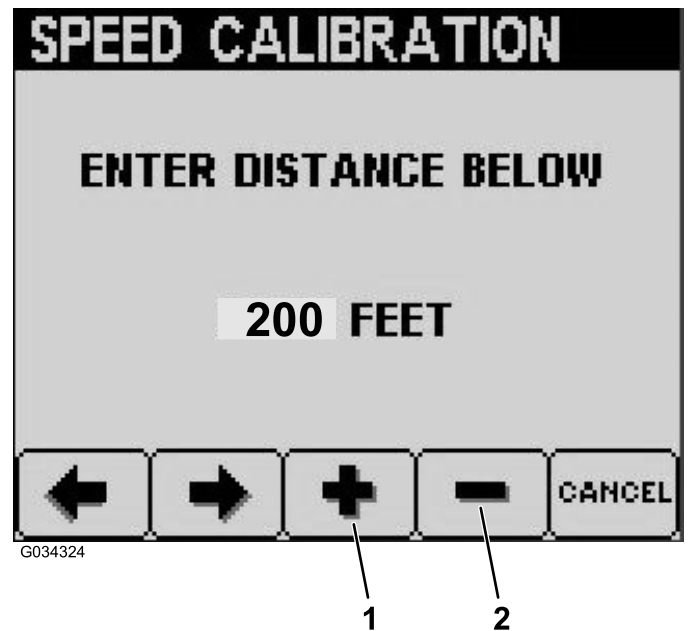

Figura 32
7. Prima o botão 3 para aumentar a distância pretendida ou prima o botão 4 para diminuir a distância pretendida (Figura 32).